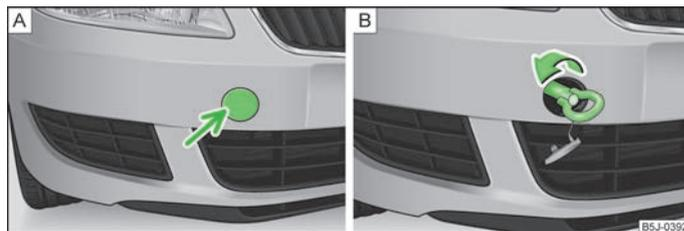

Fig. 137 Paraurti anteriore: Copertura/Montaggio dell'occhione di traino
- Sulla metà sinistra della calotta di copertura premere nell'area della freccia » fig. 137 - A.
- Avvitare l'occhione di traino verso sinistra, sino al punto di arresto » fig. 137 - B. Per il serraggio si consiglia di utilizzare ad es. la chiave, l'occhione di un altro veicolo oppure un oggetto simile da poter inserire nell'occhione.